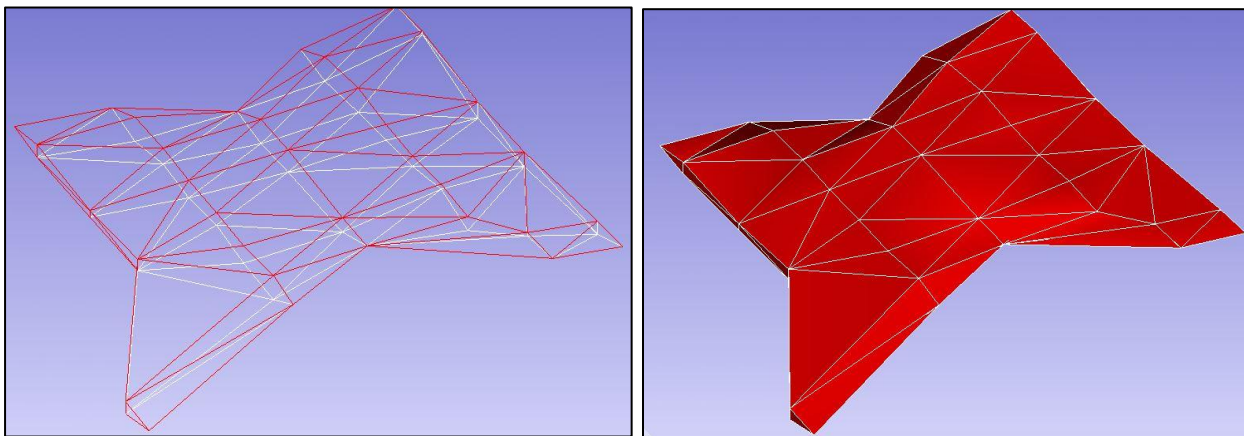

Рис. 8.7
6.2. С помощью активной команды **Выбрать треугольник**  и зажатой клавиши **Alt** повторно нажмите на выбранный треугольник. В итоге изменится направление треугольника (рис. 8.7).
Построить/отобразить твердотельную модель  (рис. 8.7).